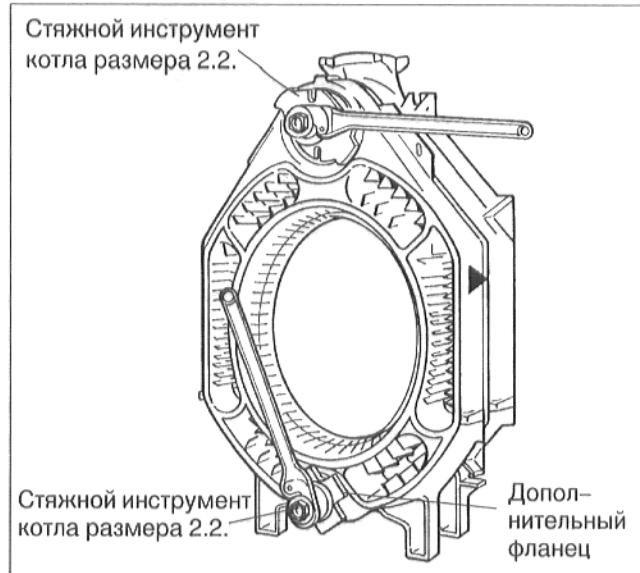

Рис. 13
**Применять стяжной инструмент котла размера 2.2. (рис. 1, рис. 13).**
- Продеть одну тягу через верхнюю ступицу и одну через нижнюю ступицу котла (рис. 13).